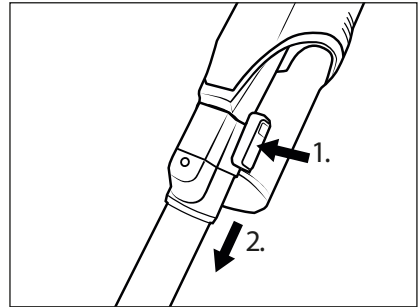

Abb. 11
- ◆ Um das Saugrohr **24** vom Gerät zu entfernen, halten Sie die Saugrohr-Entriegelungstaste **25** gedrückt und ziehen Sie das Saugrohr **24** von der Saugöffnung des Gerätes ab (siehe Abb. 11).